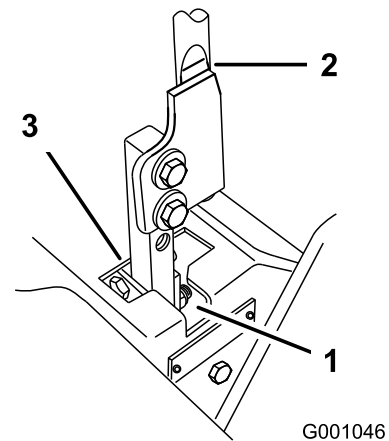

Figura 70
5. Mueva la palanca a la posición de punto muerto, pero no bloqueada (Figura 70).
6. Tire hacia atrás de la palanca hasta que el pasador (en el brazo debajo del eje pivotante) entre en contacto con el extremo de la ranura (empezando justo a tensar el muelle) (Figura 70).
7. Compruebe la posición de la palanca de control con relación a la muesca de la consola (Figura 70). Debe estar centrada para que la palanca pueda girar hacia fuera a la posición de bloqueo/punto muerto.